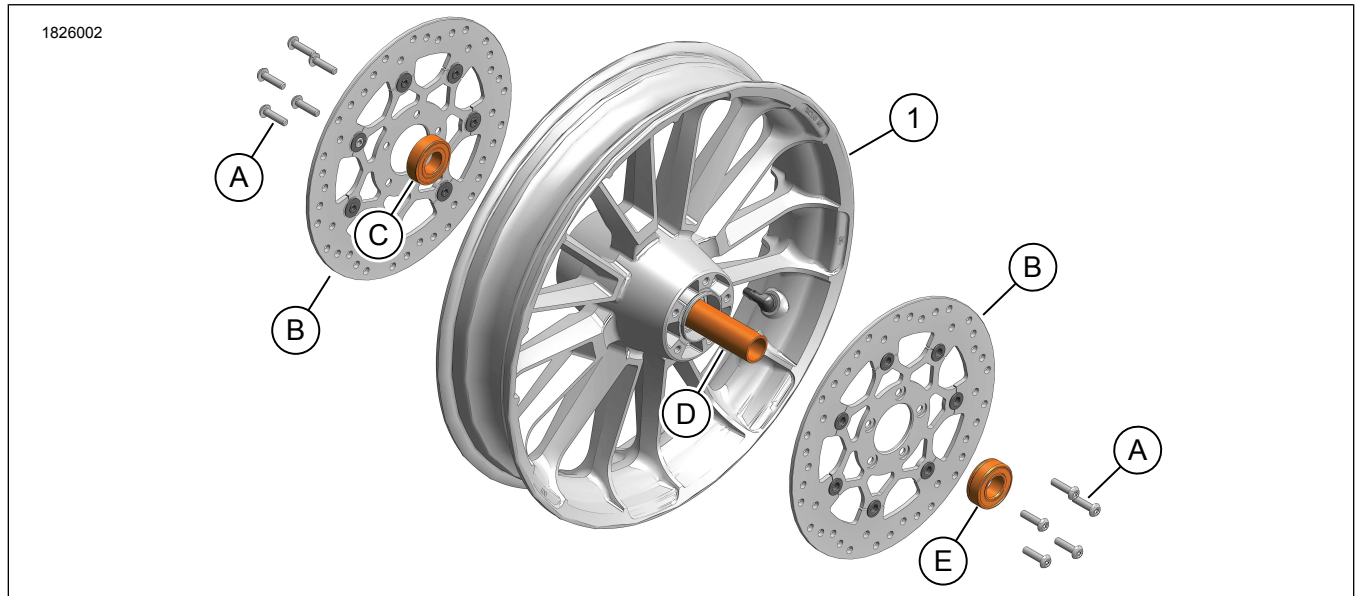

図1。キット内容:HDルーレット19インチホイール
2. 図1を参照してください。フロントブレーキローターを取り外します。
3. 図1を参照してください。ベアリングスペーサー(D)と新品のシール付きホイールベアリング(C、D)を取り付けます。